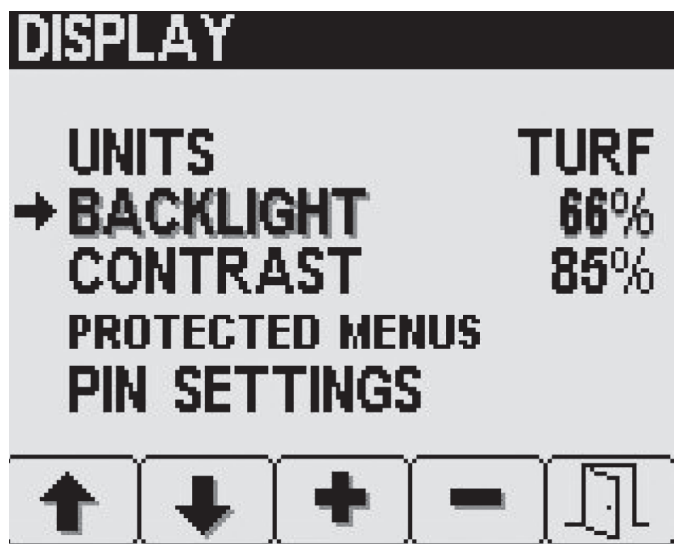

図 28
- 表示Display画面でボタン2を何度か押してバックライトBacklightまたはコントラストContrastへ移動する 図 28。
- ボタン3(増加)とボタン4(減少)でLED表示装置のバックライトの量またはコントラストを設定する (図 28)。